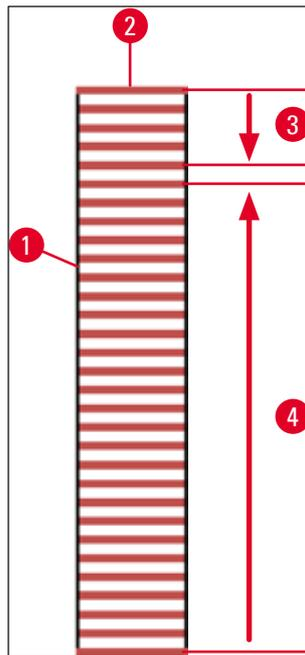

Fig. 74
Con objeto de evitar que los portaobjetos se sequen durante el proceso, siempre se cubren primero los 5 primeros portaobjetos. Después, la cesta se desplaza hacia arriba y se reanuda la aplicación de cubreobjetos desde el último portaobjetos de la cesta (→ Fig. 74).
- En el esquema de la (→ Fig. 74) se muestra una cesta (→ Fig. 74-1) con portaobjetos utilizados (→ Fig. 74-2) y la secuencia del proceso.